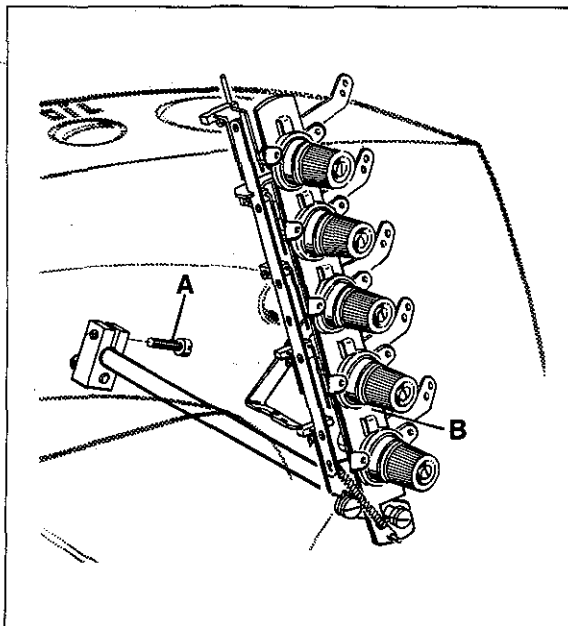

Fig.45
If adjustment is required, loosen tension release lever clamp screw (A, Fig. 45), located at the back of machine and move tension disc separator (B) as required. Retighten screw. After adjustment there should be no binding at any point.
Ist eine Einstellung notwendig, lösen Sie die Klemmschraube (A, Fig. 45) im Spannungsauslösehebel auf der Rückseite der Maschine und stellen den Spannungsscheibentrenner (B) entsprechend. Ziehen Sie die Schraube wieder an. Nach dieser Einstellung darf an keinem Punkt Schwergängigkeit auftreten.